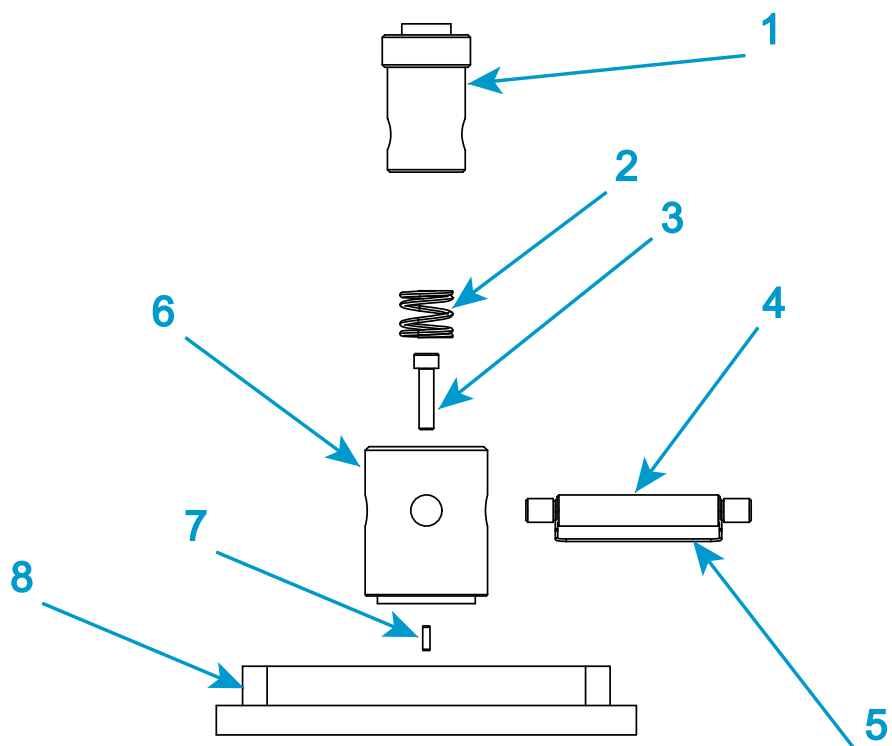

Figure 18. Adaptateur de socle Type D
Légende pour Figure 18
1. Une seule goupille anti-rotation est visible dans la Figure 18 parce que la deuxième goupille est alignée directement derrière elle.